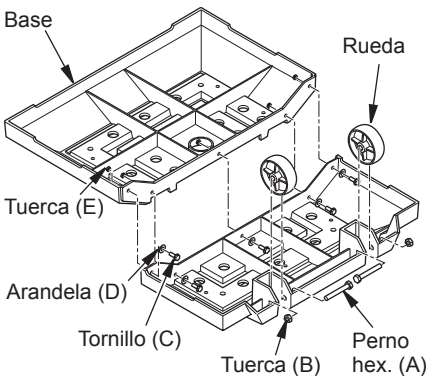

Figura 3 - Fijación de las ruedas a la base
1. Conecte las 2 piezas de la base usando 5 tornillos (C), 5 arandelas (D) y 5 tuercas (E) como se muestra en la figura 3.
2. Voltee la base al revés. Fije 2 ruedas, 2 perno hex. (A) y 2 tuercas (B) como se muestra en la figura 3. No los apriete en exceso.